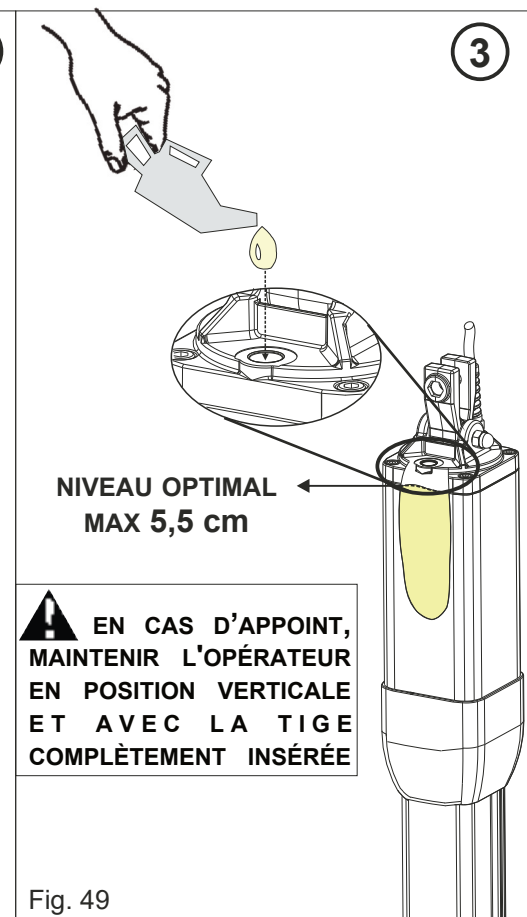

Fig. 49
- 1) Déverrouiller l'opérateur (selon la procédure de déverrouillage des Fig. 49 et Fig. 50)